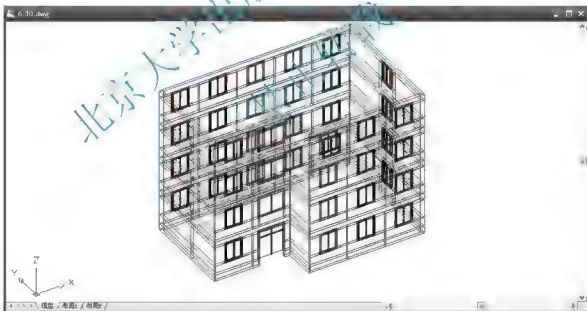

图 6.30 阵列生成 2~4 层墙、窗
(6) 用相同的方法绘制②~③间的2~4层的窗下部墙体、窗框及玻璃，结果如图 6.30 所示。